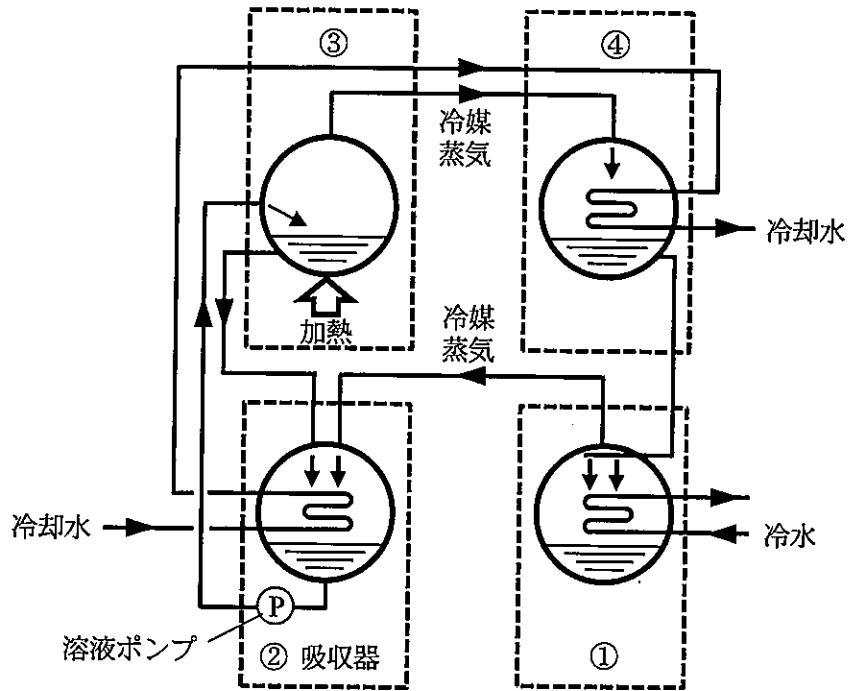

図1 吸収冷凍機の概要図
(2) 図1は、吸収冷凍機の冷凍サイクルの概要図を示している。
2) 吸収冷凍機は、図1に示すように、①から④の4つの主要部分から構成されている。